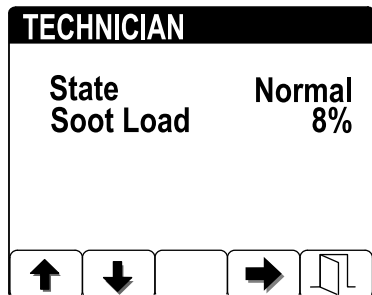

Figura 40
- Vea la carga de hollín que se mide como porcentaje del hollín del DPF (Figura 40); consulte la tabla de carga de hollín.